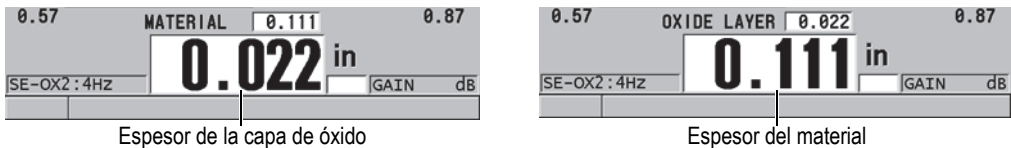

Figura 7-3 Selección de la medida que visualizará en caracteres grandes
- c) En el parámetro **LETRAS GRANDES (LARGE FONT)**, seleccione la medida que aparecerá en caracteres grandes en la pantalla (ver Figura 7-3 en la página 119).